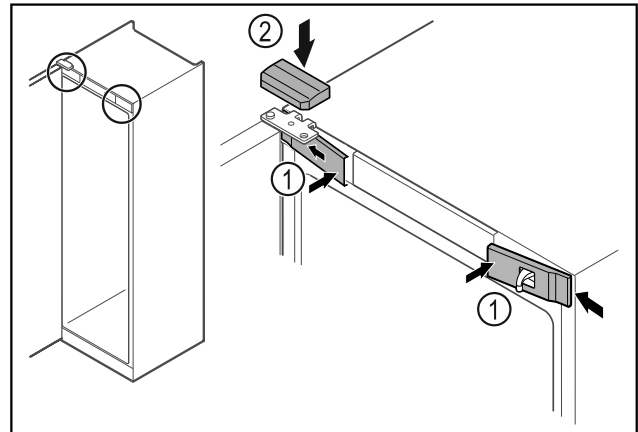

Fig. 46
- ▶ Agganciare le coperture anteriori Fig. 46 [1] di lato e innestarle.
- ▶ Innestare la copertura superiore Fig. 46 [2] dall'alto.